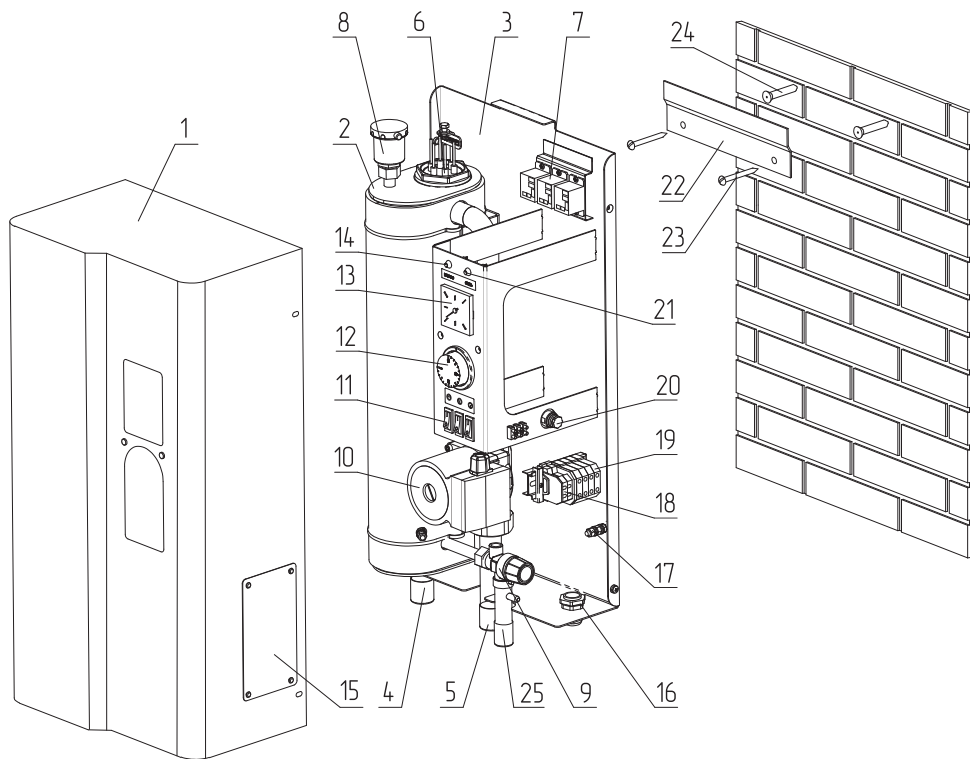

Рис. 1 Устройство электрического котла ZOTA SOLO
Закрепите настенный кронштейн на вертикальной поверхности в необходимом месте с помощью шурупов, входящих в комплект, и установите на него котел, как показано на **Рис. 1**.
Циркуляционный насос подключается к питающей сети через предохранитель 2 А (**Рис. 1, поз. 20**). На передней панели имеется индикаторная лампа работы насоса (**Рис. 1, поз. 14**) и индикаторная лампа подключения питающей сети (**Рис. 1, поз. 21**).
- Присоединить рабочий нулевой провод на клемму нейтраль (N) котла;
- Защитный нулевой провод (PE) подключить на болт «ЗАЗЕМЛЕНИЕ» (Рис. 1, поз. 17).